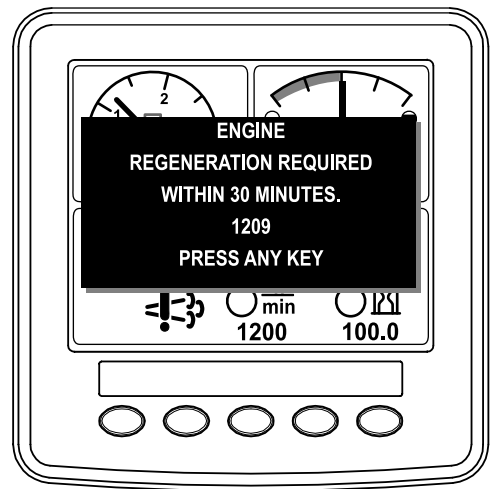

Figura 48
- Si hace caso omiso de la solicitud de una regeneración con la máquina aparcada (mostrada en el InfoCenter) y sigue utilizando la máquina (Figura 48), se puede acumular una cantidad crítica de hollín en el DPF.